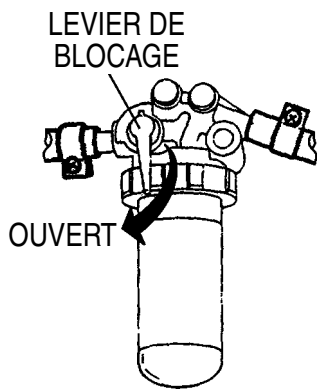

Figure 14. Levier du robinet à carburant (ON)
1. Ouvrez la porte de l'armoire et tournez le levier du robinet de carburant (Figure 14) en position « ON ».